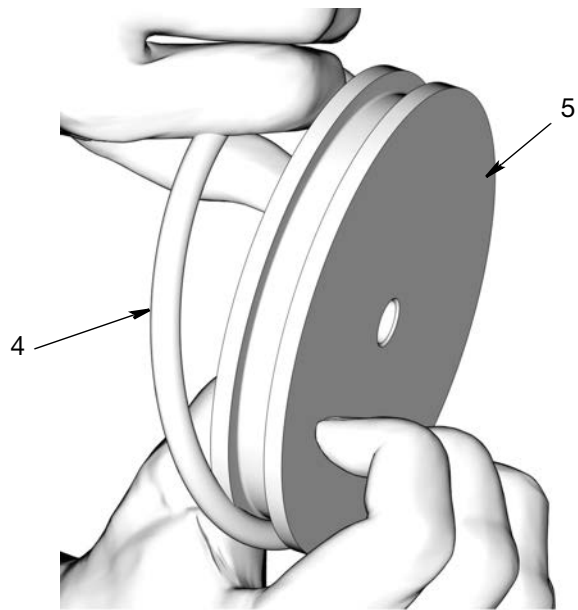

FIG. 24
- c. Rimuovere l'O-ring (4) dal pistone (5) (FIG. 24).